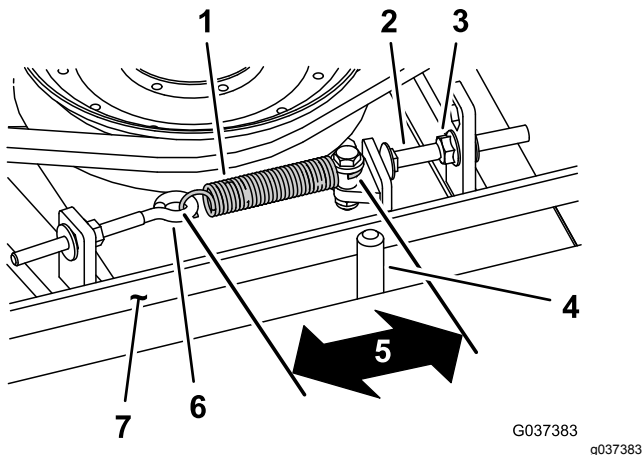

Figura 114
Quando a tensão estiver correta, a medida interior da mola de extensão (gancho a gancho) deverá ser de cerca de 8,3 cm a 9,5 cm. Logo que se obtenha a tensão correta da mola, ajuste o pino de fecho (parafuso da carroçaria) até haver uma folga aproximada de 2 a 5 mm entre a cabeça do parafuso e o braço intermédio (Figura 114).
Nota: Certifique-se de que correia está colocada no lado da mola do guia da correia (Figura 114).
- Desaperte o parafuso com olhal (Figura 114).
- Desaperte a porca flangeada que prende o pino de fecho à patilha de montagem e afaste a polia intermédia da correia (Figura 114).
9. Ligue a mola de extensão (Figura 114) ao parafuso de olhal e aplique a tensão na correia como se segue: